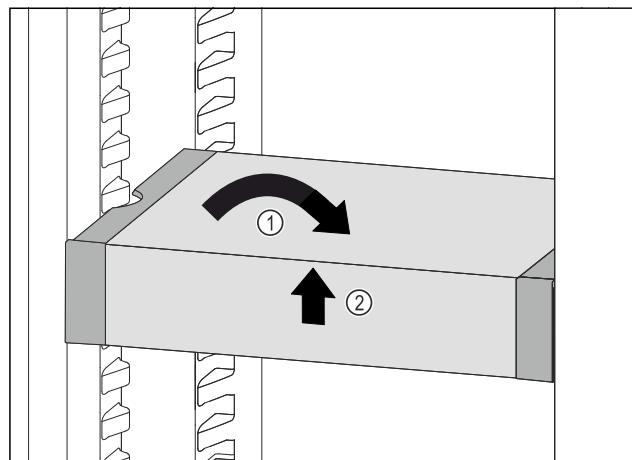

Fig. 88
- Predal VarioSafe postavite ravno. Fig. 88 (1)
- Predal VarioSafe dvignite spredaj. Fig. 88 (2)